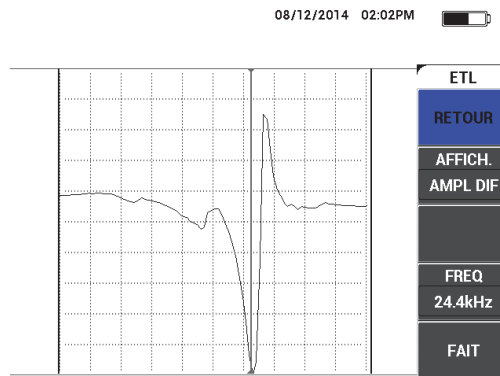

Figure 6-65 Sélection de la meilleure fréquence d'utilisation
6. Au besoin, sélectionnez la meilleure fréquence d'utilisation pour vos besoins en réglant le paramètre **FREQ** (touche D) à l'aide de la molette (voir la Figure 6-65 à la page 185).